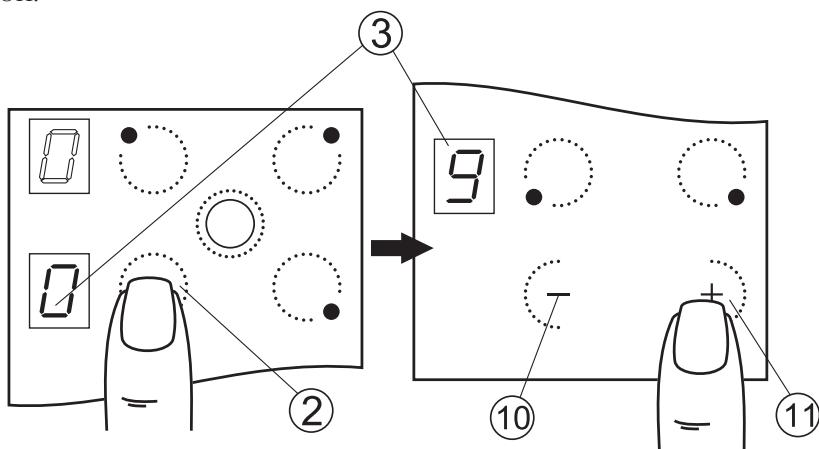

Рис.4
1. Коснуться зоны ② с обозначением выбранной конфорки, после чего конфорка перейдет в режим управления. В соответствующем окне индикации мигает «0» (рис.4).